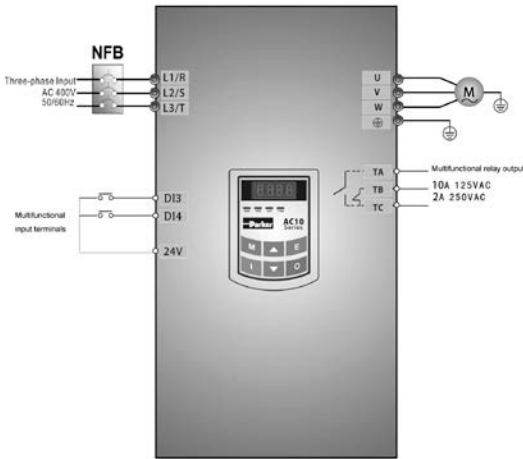

Figure 4-2 Diagramme de câblage 2
(1) Raccordez les fils comme indiqué sur la Figure 4-2. Après avoir vérifié que le câblage a été effectué avec succès, allumez le disjoncteur à l'air libre et mettez le variateur sous tension ;